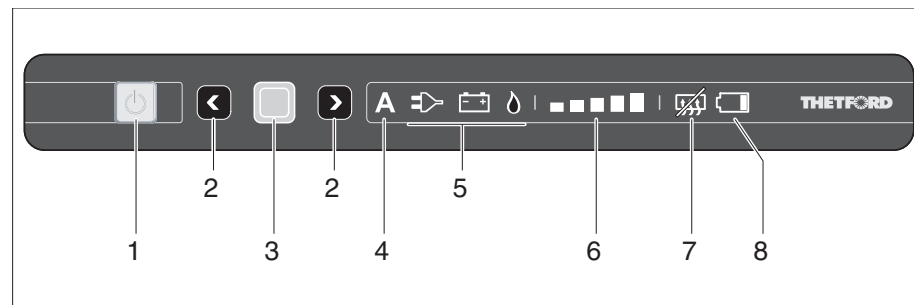

Fig. 246 Eléments de commande et d'affichage pour le réfrigérateur (Thetford sans SES)
- Appuyer sur la touche (Fig. 246,1). Le bouton-poussoir s'allume en vert. Appuyer à nouveau sur le bouton-poussoir pour afficher les réglages actuels.
- Enfoncer le bouton-poussoir (Fig. 246,1) et le maintenir enfoncé. Toutes les lampes s'éteignent.
Si le mode automatique est sélectionné, l'affichage de mode automatique (Fig. 246,4) et le meilleure source disponible (Fig. 246,5) s'allument au panneau de contrôle.
- Enfoncer la touche de confirmation (Fig. 246,3) et la maintenir enfoncée. Les symboles de modes de fonctionnement (Fig. 246,5) commencent à clignoter.
- Avec les touches de sélection (Fig. 246,2), sélectionner le régime au gaz et accepter la sélection avec la touche de confirmation (Fig. 246,3).
- Avec les touches de sélection (Fig. 246,2), sélectionner le régime 230 V et accepter la sélection avec la touche de confirmation (Fig. 246,3).
- Avec les touches de sélection (Fig. 246,2), sélectionner le régime 12 V et accepter la sélection avec la touche de confirmation (Fig. 246,3).
- Appuyer à nouveau sur la touche de confirmation (Fig. 246,3). L'affichage de niveau de refroidissement (Fig. 246,6) commence à clignoter.
- Avec les touches de sélection (Fig. 246,2), sélectionner le niveau de refroidissement désiré et accepter la sélection avec la touche de confirmation (Fig. 246,3).